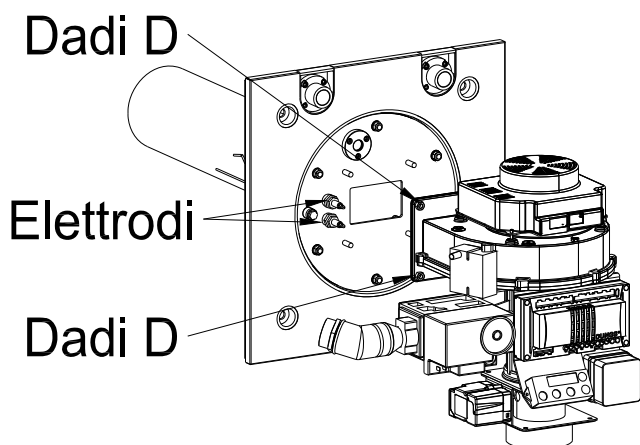

Fig.1
2. Scollegare gli elettrodi dai cavi elettrici; svitare i dadi D e togliere la parte esterna del bruciatore (fig. 1). Il peso di questo particolare supera i 20 kg: prendere le necessarie precauzioni per non produrre danni a persone o cose. Per **PMX 480** e **600**: memorizzare il corretto posizionamento del diaframma e della guarnizione per il successivo